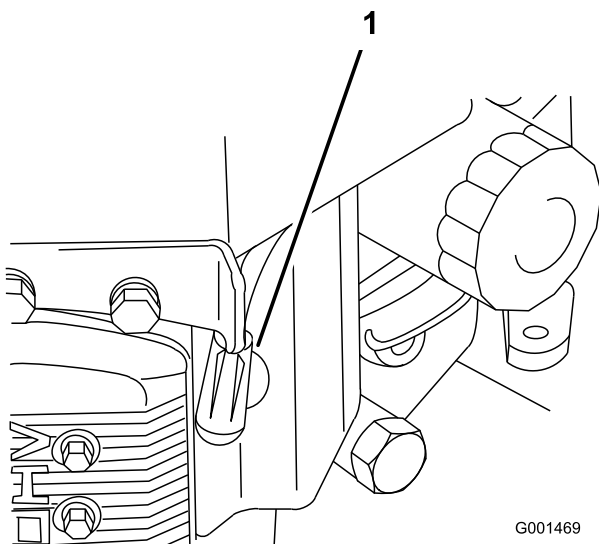

Figure 27
3. Débranchez les bougies (Figure 27).